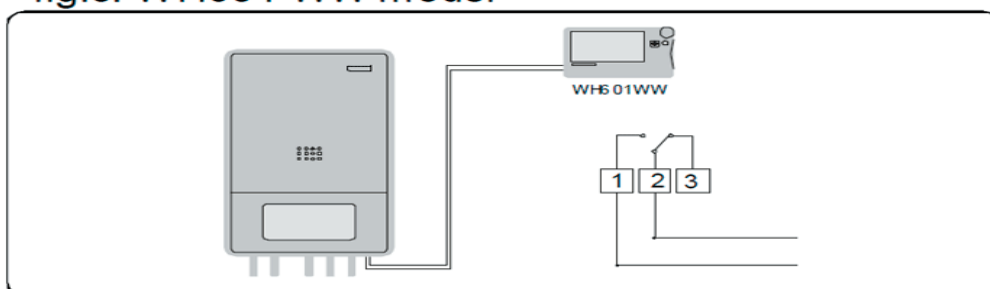
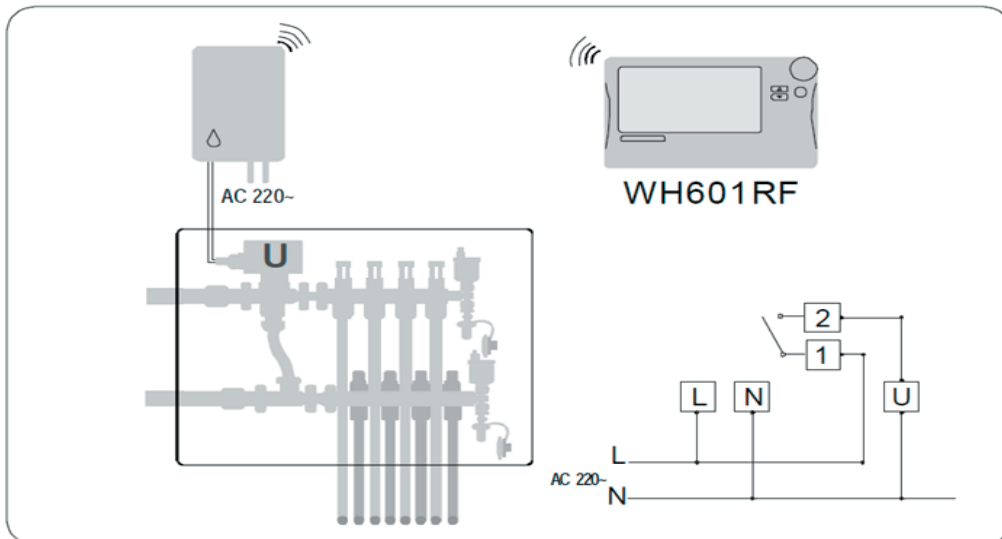

fig.6: WH601 RF model
fig.7: WH601 MRF model
6. Pentru modelul cu patru canale (fig. 7): Canalul CH5 nu este necesar pentru verificarea frecvenței, dacă unul din cele patru canale este conectat canalul CH5 este conectat. Canalul CH5 este deconectat doar când toate cele patru canale sunt deconectate.
2. Pentru a controla pompa sau alt sistem de încălzire prezentat în fig. 6, fig. 7.